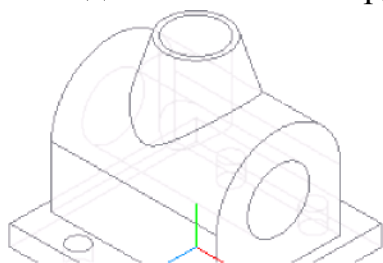

Рис. 7.30
10. Полученный эскиз используем для создания отверстия при помощи операции  **Вырезать выдавливанием**. **Способ построения - До поверхности**. А в качестве поверхности-границы указываем созданное на предыдущем этапе сквозное отверстие (рис. 7.30).